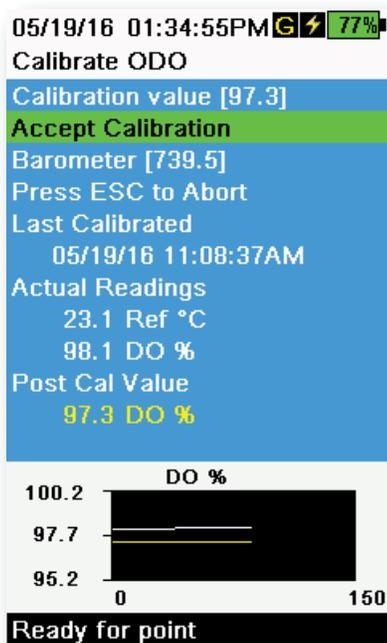

Figure 51 Étalonner le % ODO
6. Observez les lectures de mesure réelles (la ligne blanche du graphique n'indique aucun changement important pendant 40 secondes), puis sélectionnez **Accepter l'étalonnage** (Figure 51). La mention « Étalonnage réussi ! » s'affiche dans la zone de messages.